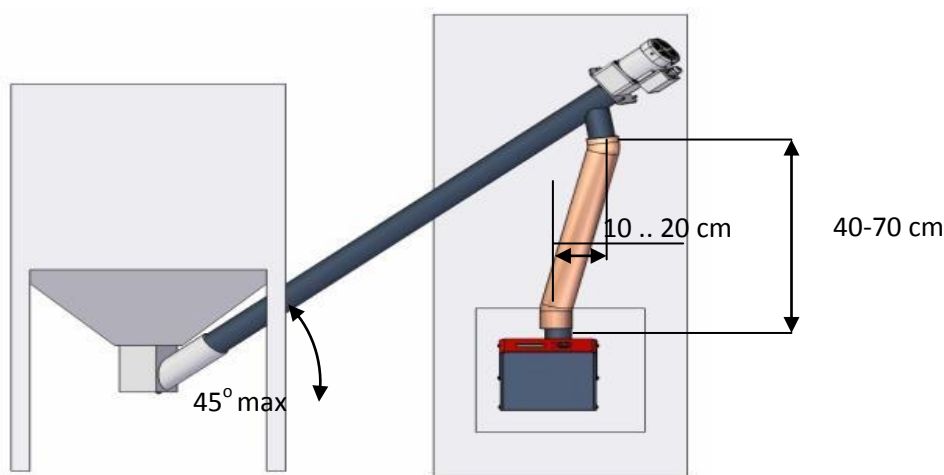

Рис. 12 Установка внешнего шнека
- Контейнер должен быть расположен таким образом, чтобы угол подъема подающего шнека не превышал 45° (см. Рис. 12).
На Рис. 12 показано правильное расположение внешнего шнека. Поскольку шланг является устройством, обеспечивающим безопасность, он должен быть расположен в строгом соответствии с нижеприведенным описанием. Вертикальное расстояние между выпускным отверстием шнека и впускным отверстием горелки должно находиться в диапазоне 40 - 70 см и с горизонтальным смещением 10 - 20 см (обычный угол расположения шнека 30°...45°). Внешний шнек не может быть установлен под углом более 45°. Шланг должен быть расположен под углом 50° или более для обеспечения свободного падения горячего. Кабель шнека должен быть подсоединен слева от горелки. Убедитесь, что соединитель полностью вставлен в разъем.
- Внешний шнек подсоединен к горелке и положение шнека соответствует требованиям, отраженным на Рис. 12.